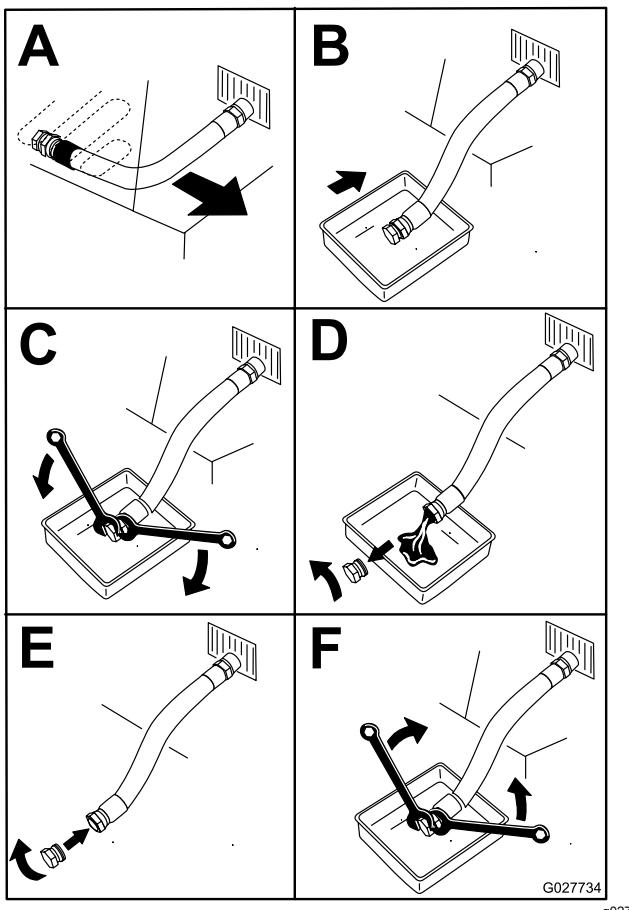

Рисунок 46
- Слейте масло из двигателя (Рисунок 46).